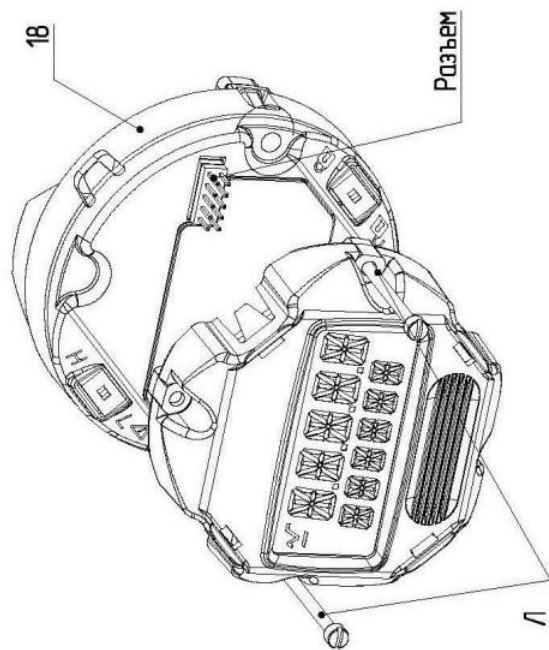

Рисунок 4 – Электронный преобразователь (продолжение)
1.3.3.2 На электронной плате расположены переключатели, определяющие режим работы датчика при неисправности и режим защиты параметров настройки датчика (рисунок 4).